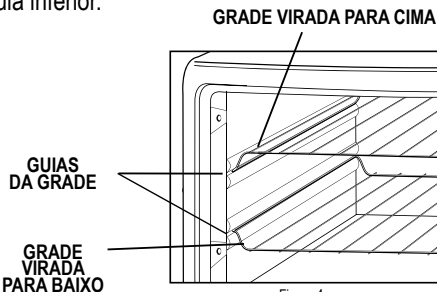

Figura 4
- O forno possui uma grade reversível e duas posições para adaptar-se a uma ampla variedade de alimentos. A grade pode ser introduzida no forno virada para cima ou para baixo. A grade se encaixará em qualquer uma das guias no interior do forno. (Veja Figura 4).